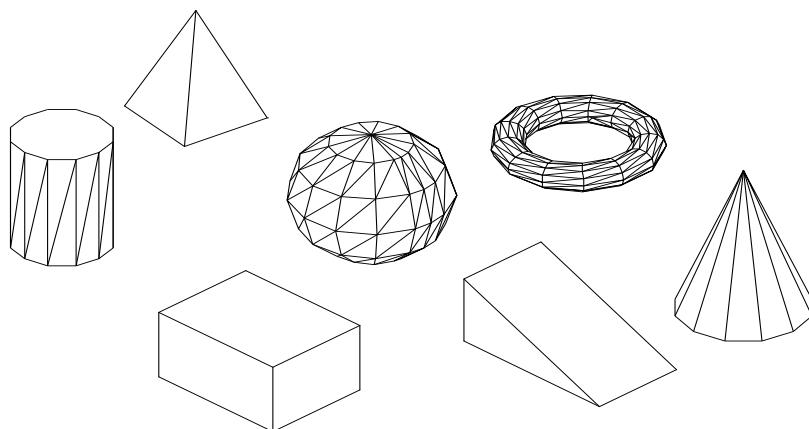

Рис.6.1. Примеры твердотельных примитивов.
При формировании *твердотельного параллелепипеда* (рис.6.1.) основание параллелепипеда всегда параллельно плоскости XY текущей ПСК. Стартовать команду создания твердотельного параллелепипеда можно одним из следующих способов:
*Твердотельный клин* (рис.6.1.). – это половина параллелепипеда, разрезанного по диагонали. Построение клина осуществляется так же, как и построение самого параллелепипеда. Все запросы и опции команды аналогичны опциям команды **ящик**. Стартовать команду создания твердотельного клина можно одним из следующих способов:
*Твердотельный конус* или *усеченный конус* (рис.6.1.), основание которого (окружность или эллипс) по умолчанию строится в плоскости XY текущего ПСК, а вершина располагается по оси Z, создается одним из следующих способов:
При формировании *твёрдотельного шара* (рис.6.1.) параллели располагаются параллельно плоскости XY, а центральная ось – параллельно оси Z текущей ПСК. Стартовать команду создания твёрдотельного шара можно одним из следующих способов:
Формирование *твёрдотельного прямого цилиндра* (рис.6.1.) с круговым или эллиптическим основанием аналогично формированию конуса, поэтому все запросы и почти все опции команды аналогичны опциям команды **конус**. Стартовать команду формирования твёрдотельного цилиндра можно одним из следующих способов:
При создании *твёрдотельного тора* (рис.6.1.), форма его определяется значениями двух радиусов: один определяет расстояние от центра тора до центра трубы, другой – размер поперечного сечения трубы. Стартовать команду создания тора можно одним из следующих способов:
*Твёрдотельная пирамида* (рис.6.1.) формируется с основанием представляющим собой правильный многоугольник, описанный или вписанный относительно окружности заданного радиуса. При этом пирамида может быть как усеченной, так и неусеченной. Стартовать команду создания твёрдотельной пирамиды можно одним из следующих способов: